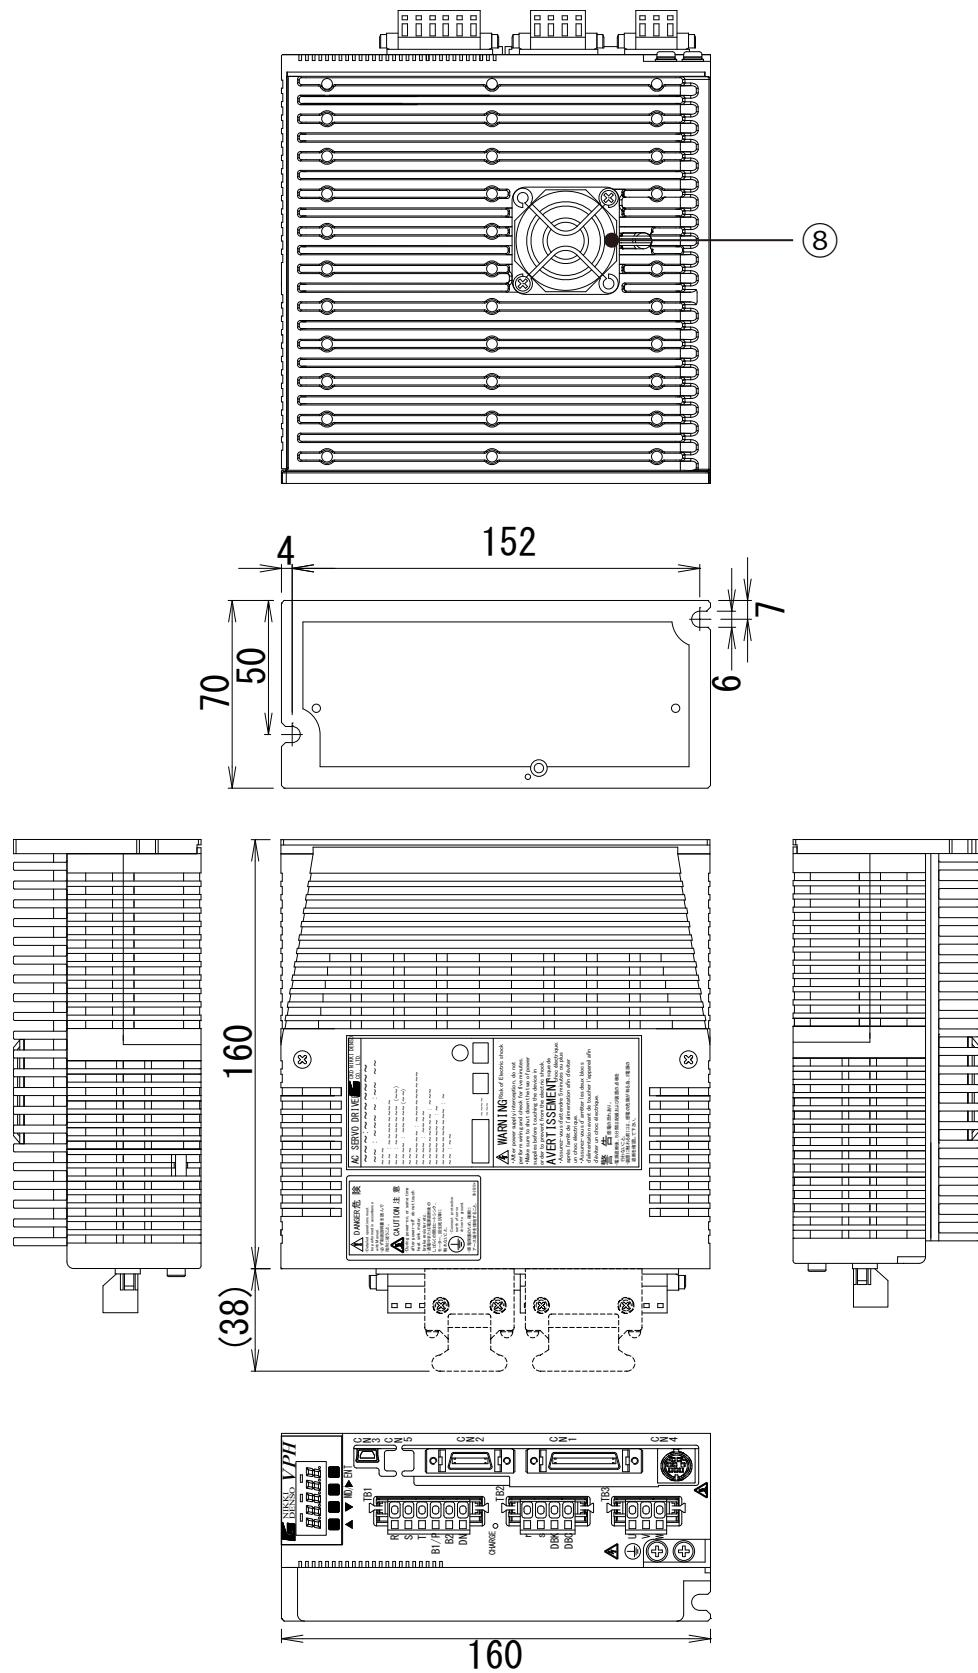

図13-3 800W装置本体外形図(Type2)
| ⑧ | FAN | 空冷用ファン 「図 13-3 800W 装置本体外形図 (Type2)」 参照 |